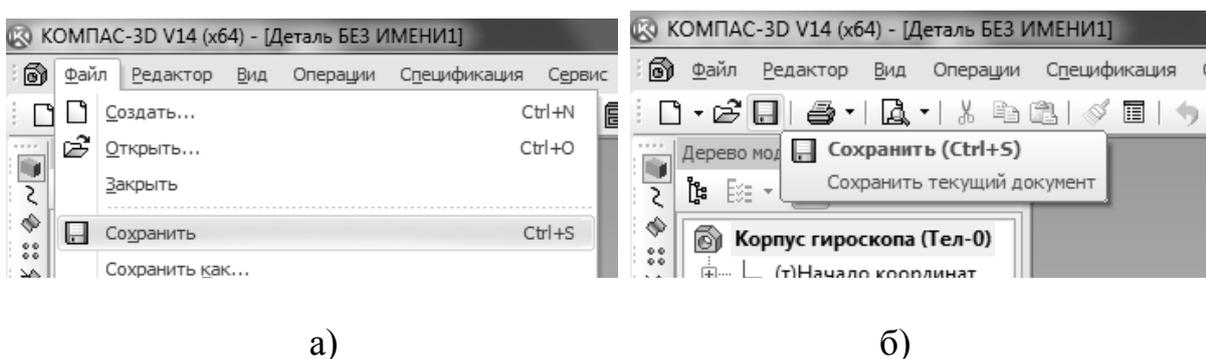

Рис. 8. Сохранение модели: а – из меню «Файл», б – из инструментальной панели
5. Далее необходимо сохранить модель, для этого можно нажать сочетание клавиш «Ctrl+S», нажать «Файл» – «Сохранить» (рис. 8, а), либо пиктограмму с дискетой (рис. 8, б).